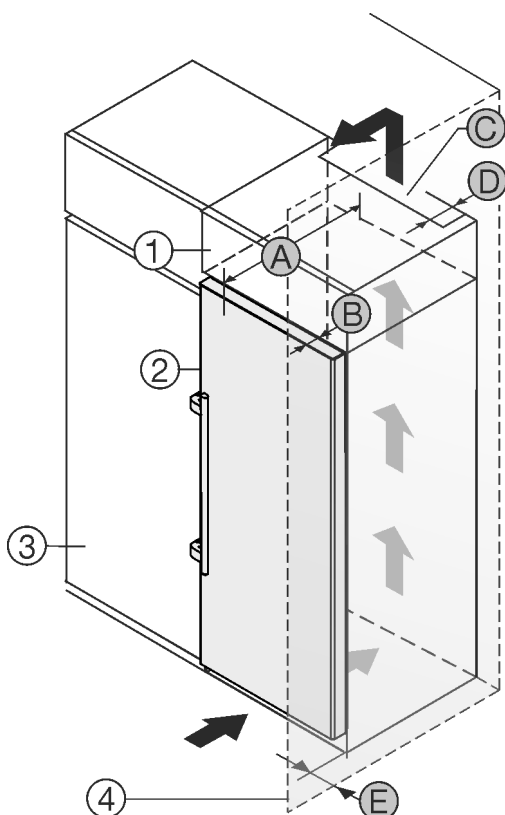

Fig. 2
Sie können das Gerät direkt neben dem Aufsatzschrank Fig. 2 (3) aufstellen.*
An der Rückseite des Aufsatzschrankes muss ein Abluftschacht mit der Tiefe Fig. 2 (D) über die gesamte Aufsatzschrankbreite vorhanden sein.*
Unter der Raumdecke muss der Entlüftungsquerschnitt Fig. 2 (C) eingehalten werden.*
Wenn Sie das Gerät mit den Scharnieren neben einer Wand Fig. 2 (4) aufstellen, dann muss der Abstand zwischen Gerät und Wand mindestens 57 mm betragen. Dies entspricht dem Griffüberstand bei geöffneter Tür.*
Damit Sie die Tür vollständig öffnen können, muss das Gerät um die Türtiefe Fig. 2 (B) gegenüber der Küchenschrankfront vorstehen. Abhängig von der Tiefe der Küchenschränke Fig. 2 (3) und Verwendung von Wandabstandshaltern kann das Gerät weiter herausragen.*